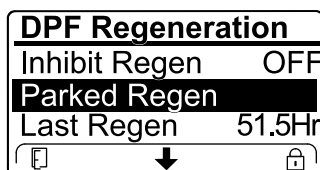

Figura 49
- Se o computador do motor pedir uma regeneração de recuperação ou se estiver a processar uma regeneração de recuperação e percorrer a opção REGENERAÇÃO EM ESTACIONAMENTO, a regeneração em estacionamento bloqueia e o ícone de bloqueio (Figura 49) surge no canto inferior direito do InfoCenter.